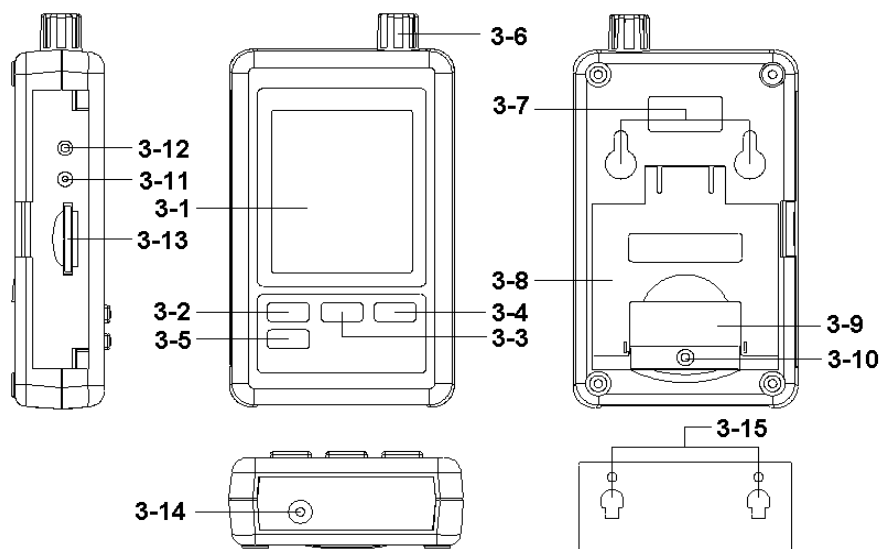

Fig. 1
- * lâchez les vis du couvercle de la batterie (3-10, Fig. 1) et retirez le "Couvercle de la batterie" (3-9, Fig. 1) du mesureur.
2) L'“écran” (3-1, Fig. 1) indiquera l'humidité et la température ainsi que la valeur du baromètre. (3-6, Fig. 1).
Préparez une “carte de mémoire SD” (1 GB jusqu'à 16 GB, optionnel), insérez la carte SD dans la fente de la carte (3-13, Fig. 1) avec la direction correcte.
Appuyez sur la touche " Logger" (3-2, Fig. 1) > 2 secondes sans cesse jusqu'à ce que sur l'écran apparaisse l'indicateur « ENREGISTREUR DE DONNÉES", lâchez la touche " Logger " (3-2, Fig. 1), et les données de mesure avec l'information du temps se gardent dans la mémoire du circuit.
Pendant la fonction de l'enregistreur de données (l'écran indique l'indicateur "Enregistreur de données"), appuyez sur la touche Logger (3-2, Fig. 1) > sans cesse pendant deux secondes jusqu'à ce que l'indicateur de l'écran " ENREGISTREUR DE DONNÉES " disparaisse, lâchez la touche "Logger" pour terminer avec la fonction de l'enregistreur de données.
Appuyez sur la touche " Temps " (3-3, Fig. 1) > sans cesse pendant 2 secondes et l'écran LCD indiquera l'information de l'année / Mois/ Jour, Heure/ Minute/ Seconde et la valeur de l'échantillon.
1) Après avoir exécuté la fonction de Data logger, retirez la carte SD de la "fente de la carte" (3-13, Fig. 1).